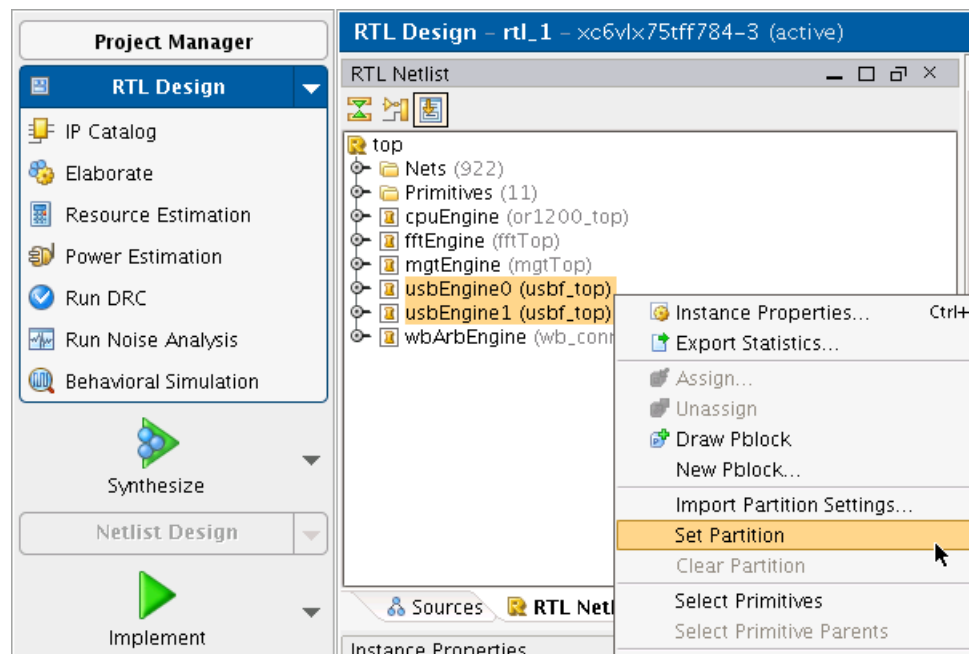

図 1-2 : usbEngine インスタンスのパーティション設定
2. 右クリックし、[Set Prohibit] をクリックします (図 1-2)。